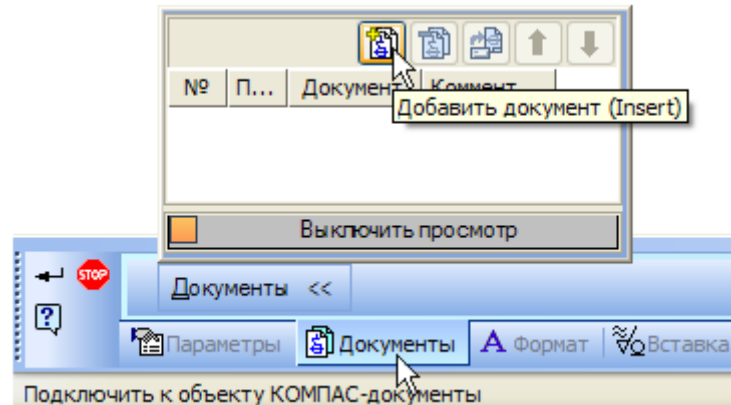

Рисунок 19.
- На инструментальной панели окна подключенных документов нажмите кнопку Добавить документ (рис. 19).